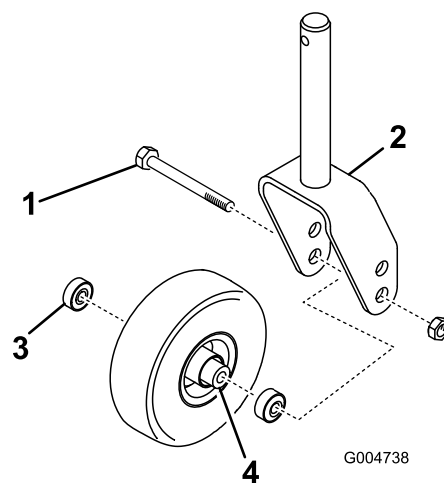
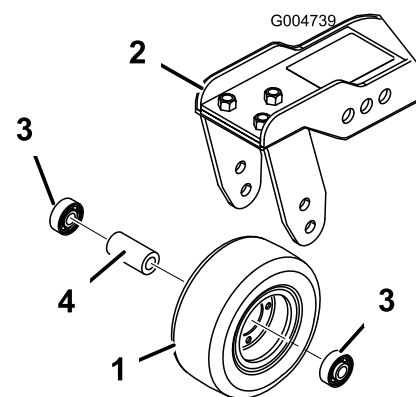

Figura 82
Figura 83
1. Retire a porca de bloqueio do parafuso que fixa o conjunto da roda giratória entre a forquilha da roda giratória (Figura 82) ou o braço articulado da roda giratória (Figura 83).
2. Retire o rolamento do cubo da roda e deixe cair o espaçador do rolamento para fora (Figura 82 e Figura 83).